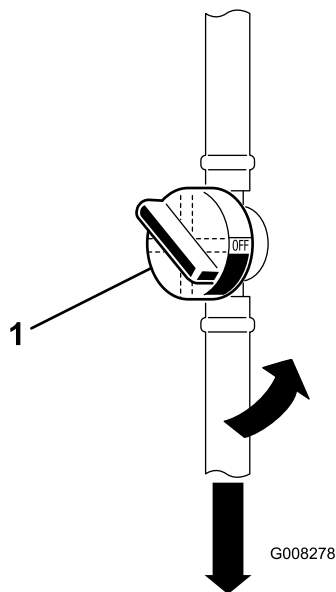

Figura 30
7. Premete le estremità delle fascette stringitubo ed allontanatele dal vecchio filtro del carburante (Figura 30).
5. Chiudete la valvola di intercettazione del carburante (Figura 30).